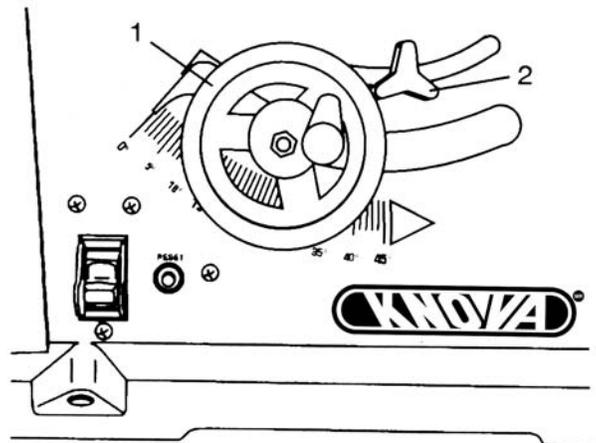

Fig. 19
Para subir el disco, gire la manivela (1) en sentido contrario a las manecillas del reloj (Fig. 19). Para bajarlo, gírela en el sentido de las manecillas del reloj.